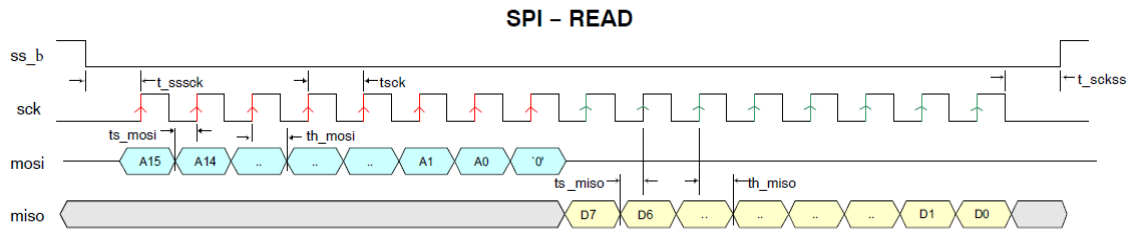

图 1-6 SPI 读时序模式 2 (CPOL=0, CPHA=0)
- 3) 当主机对 SC130GS 进行读数据操作时，数据在时钟下降沿被采样（即读数据操作时 CPOL=0，CPHA=1）。若寄存器 0x3101 的 bit[4] 从默认值 0 写成 1，切换至 SPI 读数据模式 2 状态，数据在时钟上升沿被采样（即读数据操作时 CPOL=0，CPHA=0），如图 1-6 所示。
- 5) SPI 的最大读、写速率受限于 SC130GS 的配置，要达到较高的读、写速率，一般需要外接 OSC。其余详细时序参数见图 1-6。